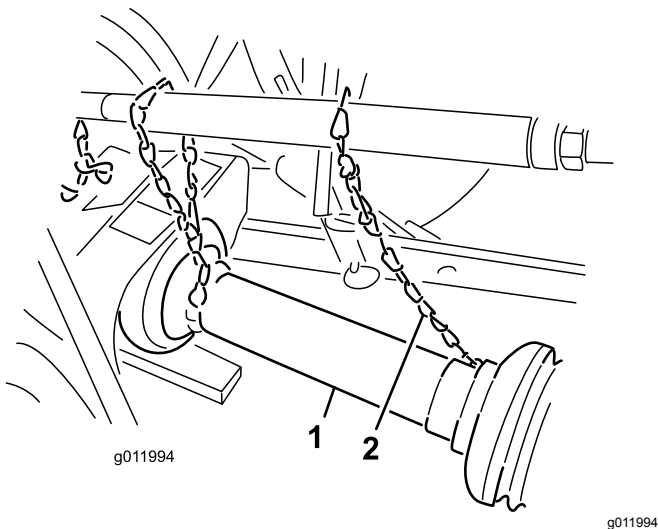

Figure 6
5. Accrochez les chaînes de sécurité des sections de l'arbre de commande aux clips soudés sur les bras de liaison ou les protections de la PDF (Figure 6).